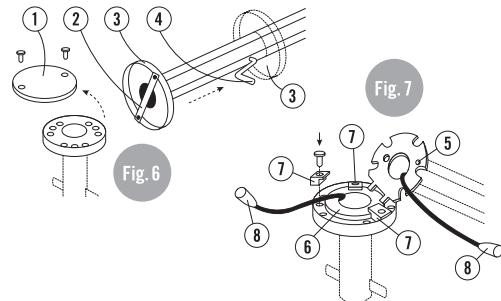

Fig. 6
- Deckel von der Bodenhülse (1) abschrauben (Fig. 6).
- Fixiersteg (2) vom Mastfuss entfernen und Pressring (3) bis über Kurbelöffnung (4) hochschieben. Gegen Mast abpolstern und mit eingesteckter Kurbel sichern.